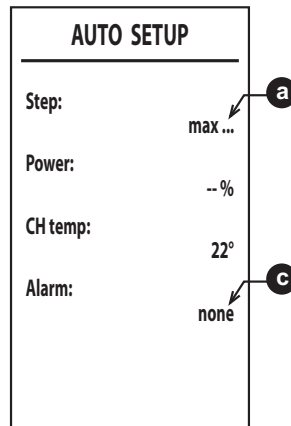

fig. 39
6. Después del encendido, el quemador se pone en modo calefacción a las distintas potencias (máx., med., mín.) indicadas por el punto **a** (fig. 39). Si la eliminación del calor de la instalación no es suficiente para hacer terminar el procedimiento, se puede activar una demanda de ACS **solo después de que se haya encendido el quemador**.
8. Si la secuencia de encendido descrita en el punto “6” no termina correctamente, se visualiza el mensaje **max_err** en el punto **a** y un código de error en el punto **c** (fig. 39).